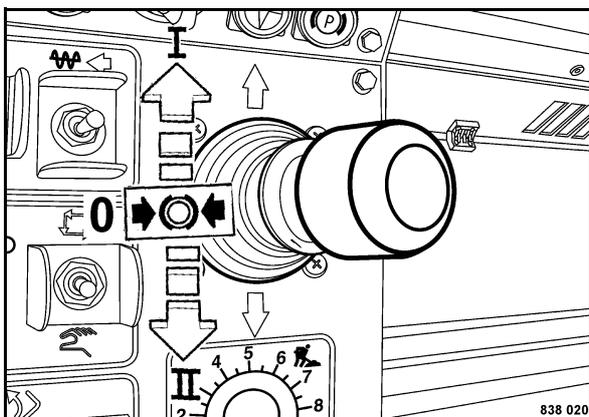

Fig. 104
- Per riprendere il lavoro: Spostare la leva di marcia in avanti (Fig. 104).